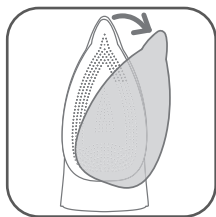

fig. 1
**IMPORTANT** N'oubliez pas d'enlever la protection de la semelle (fig.1)!